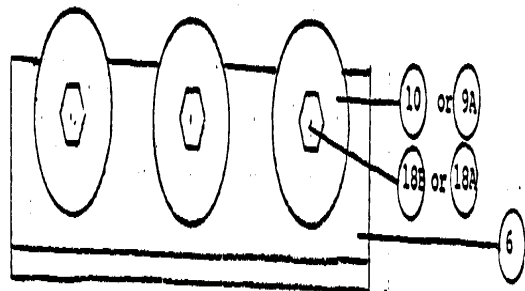

FIGURE 14
1. Assemble tension assemblée comme montré. <figure 14>